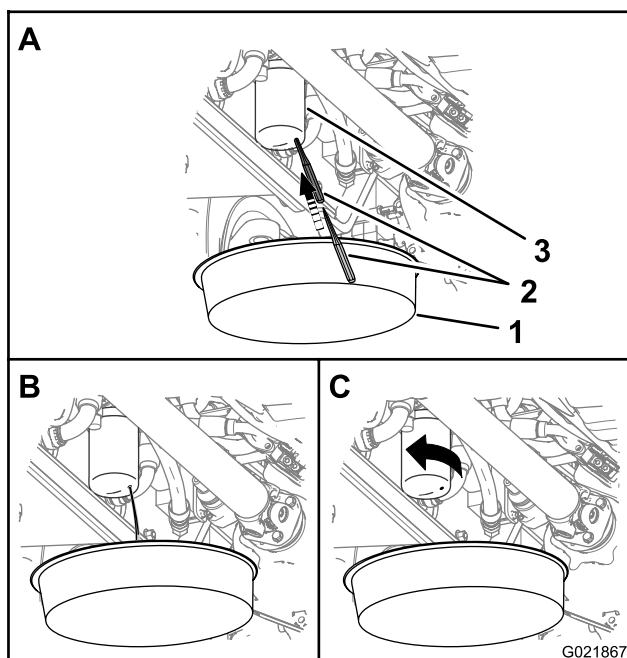

Figure 94
Remarque: Vous pouvez accéder au filtre de pression hydraulique sous le côté droit de la machine, derrière le réservoir hydraulique (Figure 94).
1. Placez un bac de vidange sous le filtre de pression hydraulique (Figure 94).
- Percez le fond du filtre de pression hydraulique et vidangez le restant de liquide hydraulique dans le bac (Figure 94).
- Tournez le filtre de pression hydraulique dans le sens antihoraire et déposez le filtre (Figure 94).